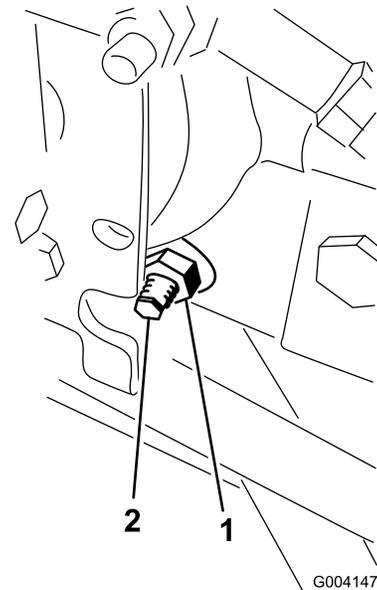

Figura 70
3. En el lado derecho del hidrostato, afloje la contratuerca de la leva de ajuste de tracción (Figura 70).